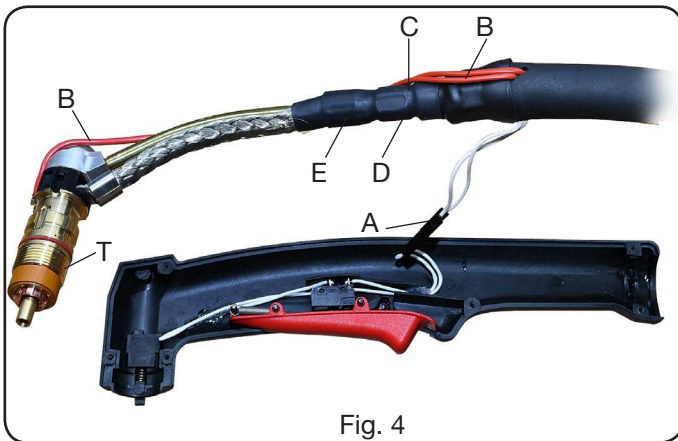
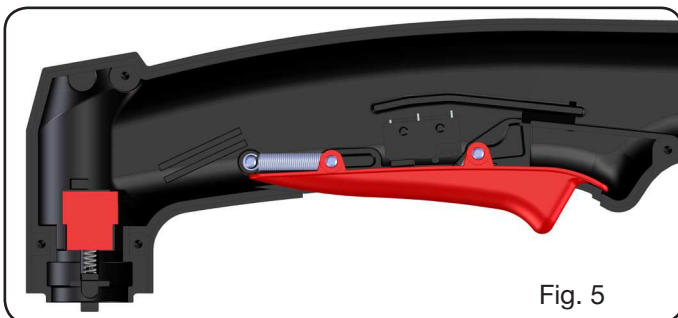

Fig. 4
Fig. 5
- Avec référence à la Fig. 4 soulever le corps de la torche **T** avec câble et couper la connexion **A** (bouton poussoir) et la connexion **B** (arc pilote) et vérifier avec attention que les pièces du groupe bouton poussoir (voir Fig. 5) restent dans leur position originale.
- Relier la connexion **B**, introduire le corps de la torche dans le siège de la poignée et ensuite relier la connexion **A** en la introduisant dans la poignée - voir Fig. 4.
- Avec référence à la Fig. 4. soulever les corps de la torche avec câble et détacher la connexion **A** (boutons poussoir).
- Remplacer la poignée avec bouton poussoir, relier la connexion **A** en l'introduisant dans la poignée, comme indiqué sur la figure 4, et ensuite positionner le corps de la torche avec câble dans le siège de la poignée.